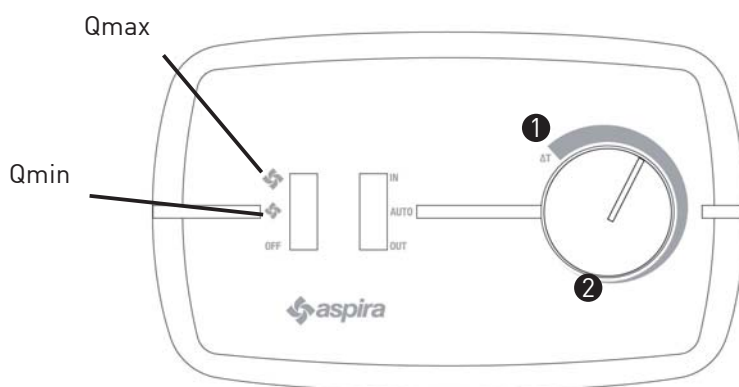

Abbildung 14
Liegt beispielsweise im Winter die Außentemperatur bei -15°C und der Temperaturunterschied ΔT zwischen dem Innen- und Außenbereich ist erhöht, drehen Sie den Knopf auf Position (1). Ist der Temperaturunterschied ΔT an einem Frühlungstag jedoch minimal oder liegt in Nullnähe, drehen Sie den Knopf auf Position (2) (Abbildung 14).